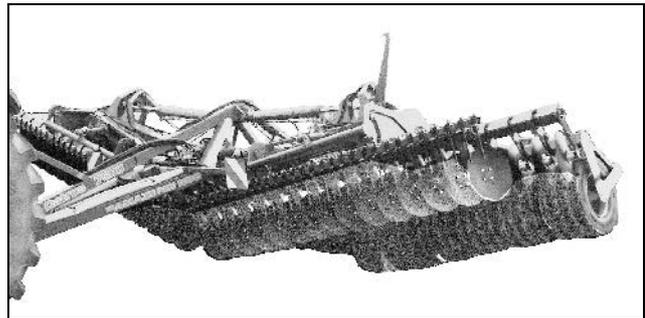

Fig. 22
- Plegado de la máquina (Fig. 22)